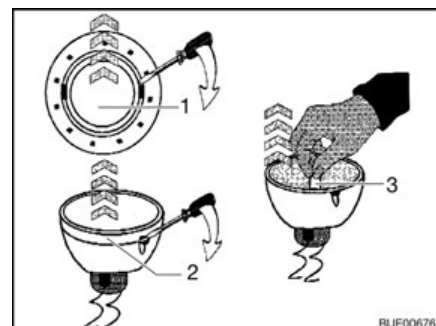

Fig. 187 Cambiar la bombilla halógena
- Soltar el anillo de cubierta interior (Fig. 187,1) de la carcasa con un destornillador.
- Soltar el anillo de cubierta con la lámina de vidrio (Fig. 187,2) de la parte inferior de la lámpara halógena empotrada utilizando un destornillador.
- Extraer la bombilla halógena (Fig. 187,3).